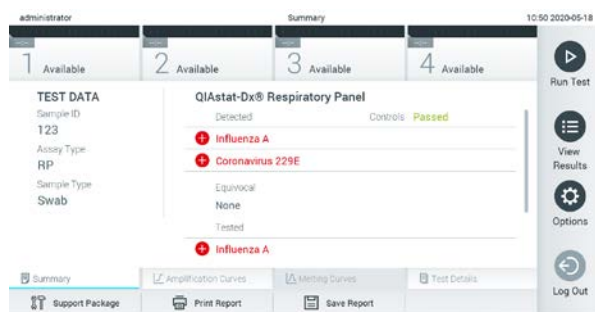

図 30. 結果サマリー画面。
11. QIAstat-Dx assay cartridge がイジェクトされた後に、結果サマリー画面が表示されます（図 30）。詳細は、セクション 5.4 を参照してください。